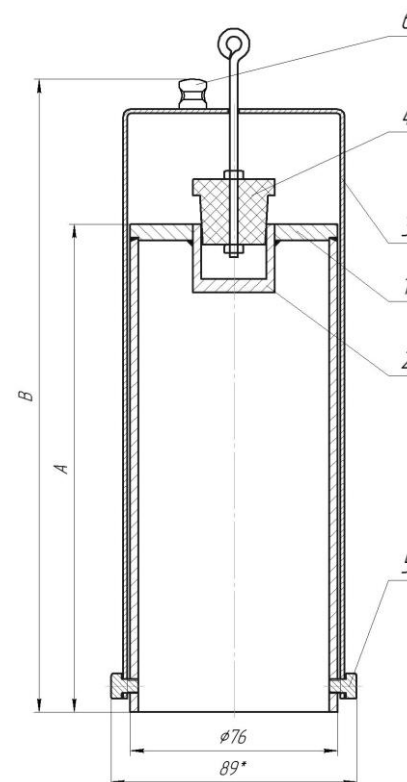

Рис.1 Пробоотборник ППН-750: 1 – корпус, 2 – глухое отверстие, 3 – рамка, 4 – пробка-фиксатор со штоком, 5 – винт установочный, 6 – бобышка.
- 5.1. Пробоотборники представляют собой сосуд из нержавеющей стали, стойкой к коррозионному воздействию веществ. В дне корпуса (Рис.1 Поз.1) находится посадочное глухое отверстие (Поз.2), закрываемое пробкой со штоком (Поз.4) для крепления многожильного металлического троса. Через пробку-фиксатор продет шток за который крепится нержавеющий трос. Для предотвращения потери пробоотборника на верхней части поворотной рамки имеется бобышка (Поз.6) для крепления троса. Разворот корпуса осуществляется на рамке (Поз.3), которая соединена с корпусом с помощью установочных винтов (Поз.5)